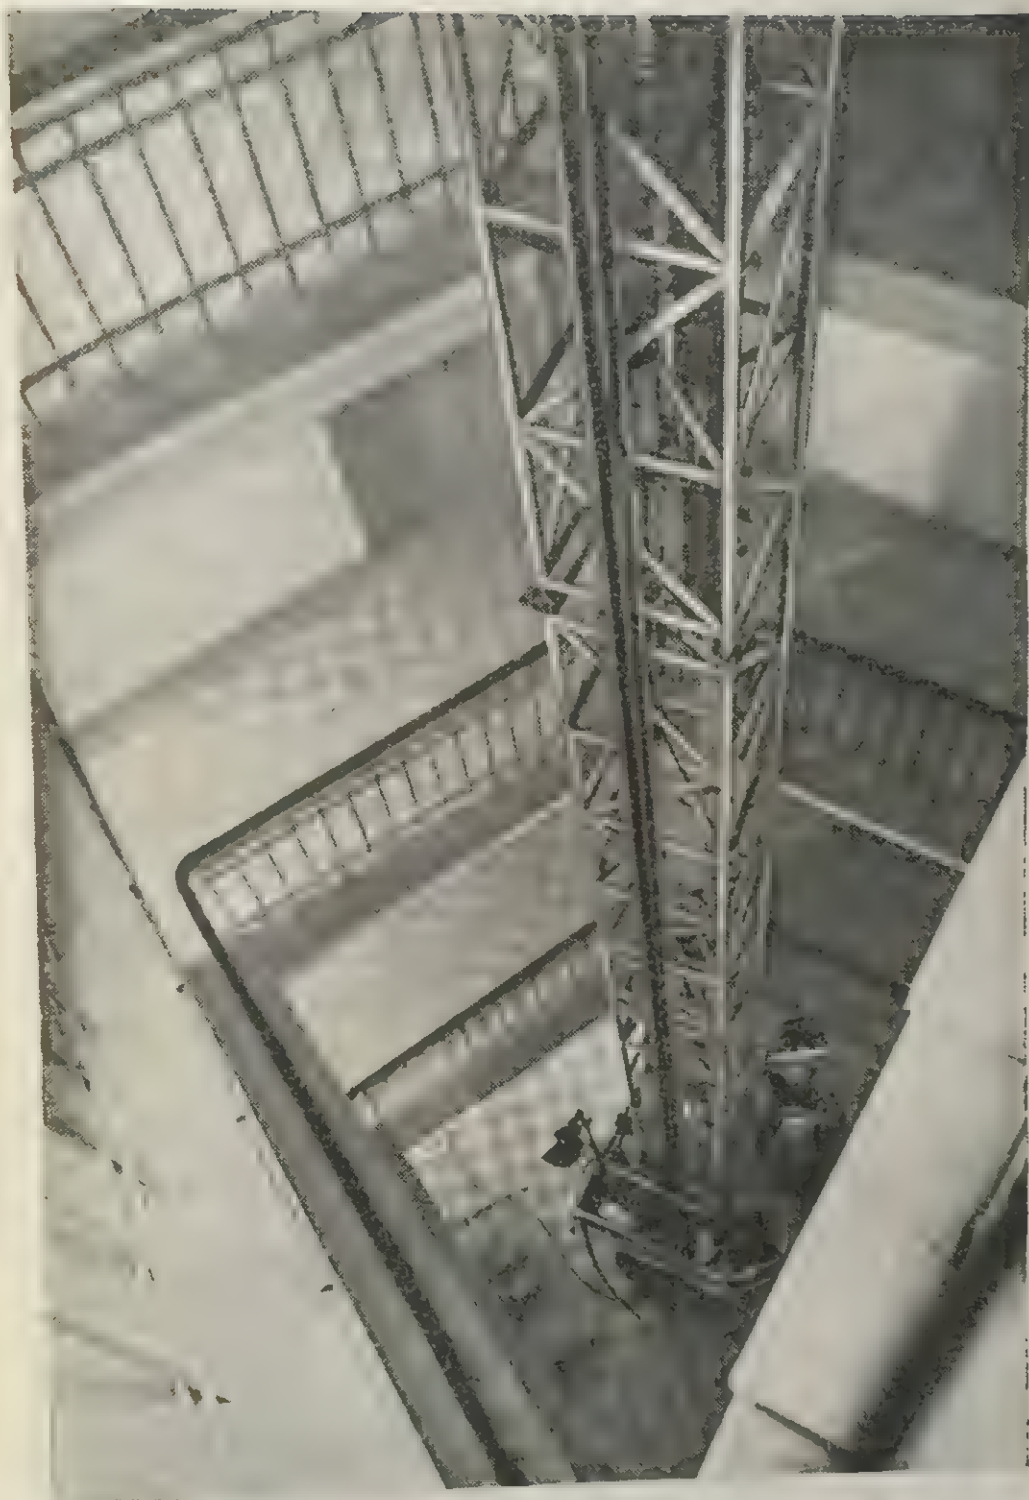

Рис. 99. Операторский лифт
*Различные приспособления* для съемки на поверхности воды с плавучих понтонов, с борта самолета и вертолета, со специальных эстакад, устанавливаемых на пересеченной местности, с канатных подвесных дорог, со строительно-монтажных кранов неоднократно изготовлялись по мере необходимости на многих киностудиях. На рис. 99 показан операторский лифт, сконструированный и построенный на киностудии «Мосфильм» по предложению оператора С. П. Урусевского и конструктора В. И. Григорьева для съемок фильма «Летят журавли».